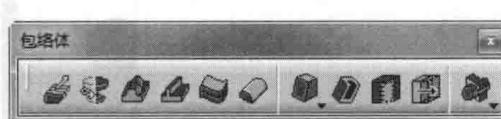

图 2-6 “包络体”工具栏
- 包络体：通过曲线、曲面生成实体，工具栏如图 2-6 所示。